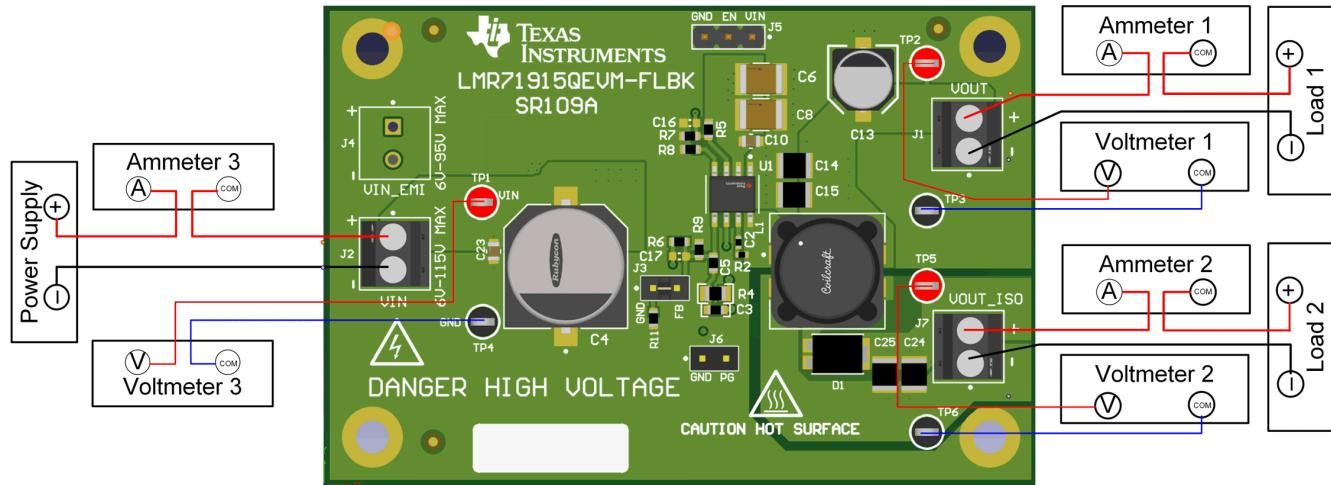

图 2-1. EVM 测试设置
图 2-1 展示了 EVM 工作台测试设置图。请参阅本用户指南中的 节 2.2 和 节 2.3，了解有关接头、跳线和测试点的详细信息。请参阅 节 2.4，了解装置封装测试过程。请参阅 节 通用德州仪器 \(TI\) 高压评估模块 \(TI HV EVM\) 用户安全指南，了解有关操作 EVM 时的重要安全注意事项。
- 在连接直流输入源之前，将输入电源的电流限值设置为最大 100mA。确认输入源最初设置为 0V 并连接到 J2 的 (+) 和 (-) 连接点，如 图 2-1 所示。TI 建议在使用较长输入线时，增加一个大容量输入电容器以提供阻尼。
- 将负载 1 (首选电阻负载，也可使用电子负载) 连接至 J1 的 (+) 和 (-) 接线端，如 图 2-1 所示。在施加输入电压之前，将负载设置为 0A 的 CR 或 CC 模式。
- 将负载 2 (首选电阻负载，也可使用电子负载) 连接至 J7 的 (+) 和 (-) 接线端，如 图 2-1 所示。在施加输入电压之前，将负载设置为 0A 的 CR 或 CC 模式。